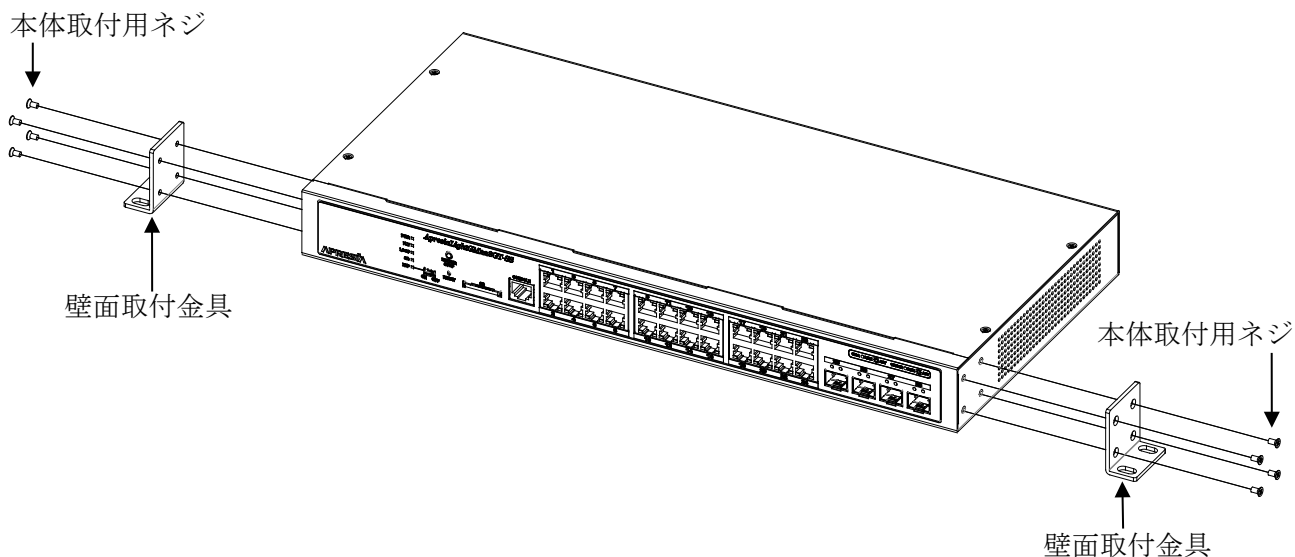

図 3-19 壁面取付金具の取り付け方法
- (1) 本体取付用ネジを用いて、壁面取付金具を本体に取り付けます。金具の向きは図 3-19 を参照ください。本装置に筐体ゴム足や専用マグネットを取り付け済みの場合は取り外してください。
- (2) タッピングネジ、ワッシャーを用いて、壁面取付金具を壁面に固定してください。